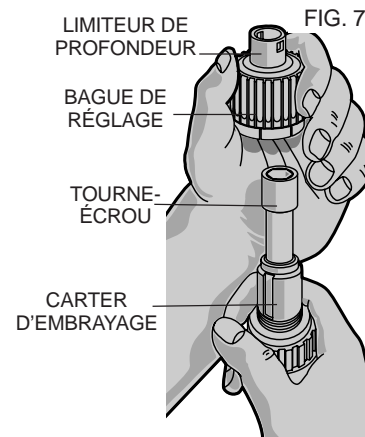

FIG. 7
6. Installer le tourne-écrou de la façon illustrée à la figure 7.